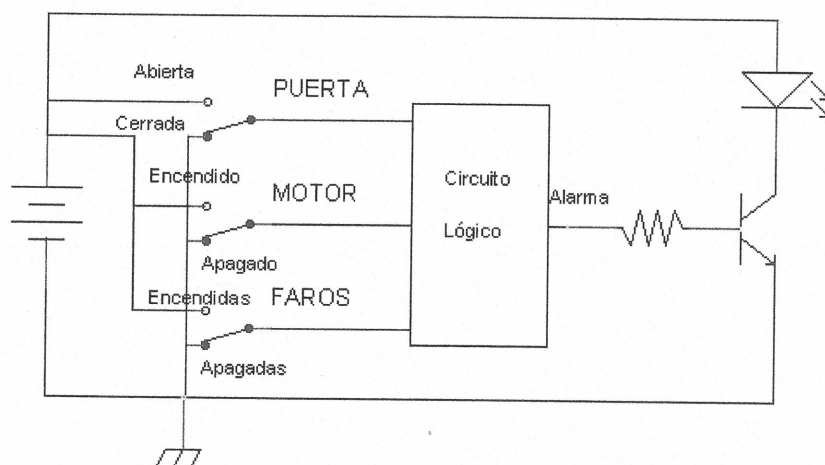

Figura 72
6) El esquema de la Figura 72 muestra una alarma para automóvil empleada para detectar ciertas condiciones no deseables. Los tres interruptores se emplean para indicar el estado en que se encuentra la puerta del lado del conductor, el encendido y los faros. Realiza el programa en el autómata de manera que la alarma se active cuando se presenten cualquiera de las siguientes condiciones: